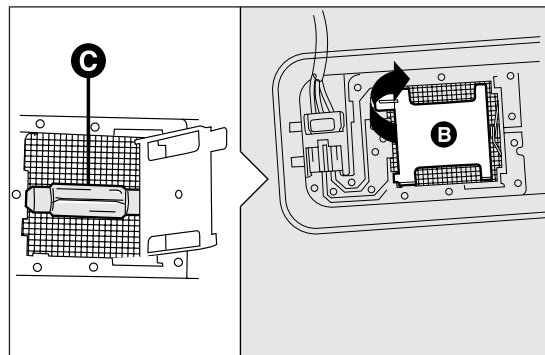

fig. 162
- ☐ aprire la copertura B fig. 162 come indicato;
- ❑ sostituire la lampada C fig. 162 svincolandola dai contatti laterali, inserire la nuova lampada accertandosi che la stessa risulti correttamente bloccata tra i contatti stessi;